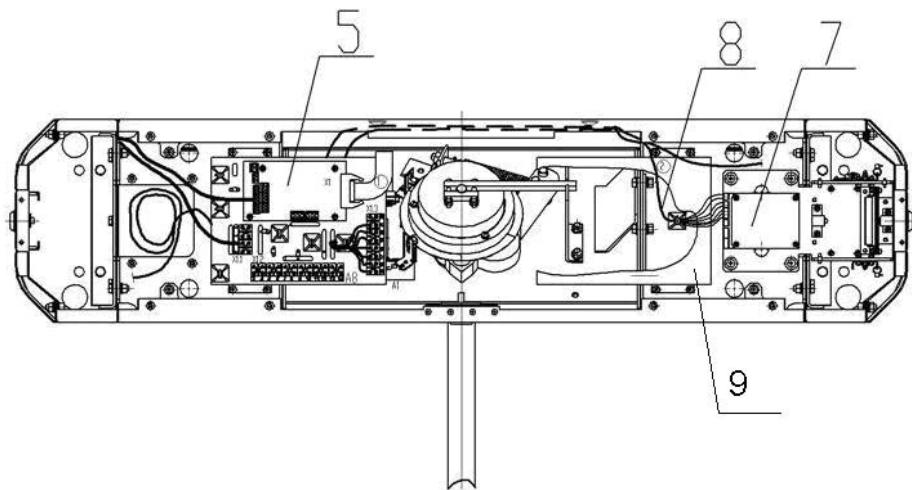
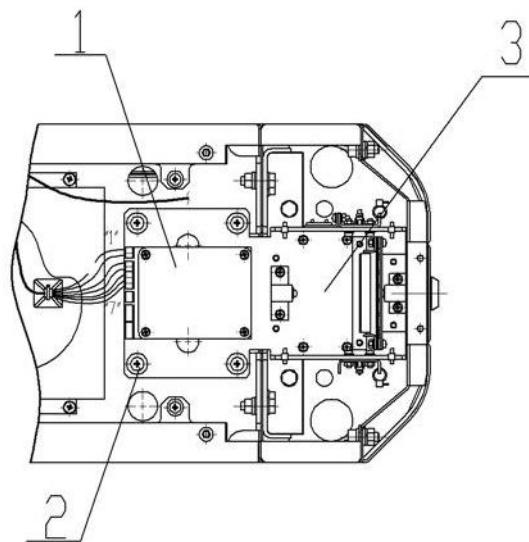

Рисунок 7 — Схема прокладки кабелей в стойке ТВС01:
Рис. 8 Механизм картоприемника
Для переустановки механизма картоприемника (3, рис.8) на противоположную сторону, т.е. на сторону считывателя №2 (см. рис.7), необходимо выполнить следующие действия:
- отсоедините кабель картоприемника (8, рисунок 7) со стороны платы картоприемника;
- демонтируйте механизм картоприемника (поз.3, рис.8, - крепится четырьмя винтами M5x20, поз.2, рис.8) и установите его на противоположную сторону турникета, закрепив на аналогичное место этими же винтами;
- переложите кабель картоприемника (8, рис.7) на сторону считывателя №1. Для фиксации кабеля используйте самоклеющиеся площадки и неоткрывающиеся стяжки входящие в комплект поставки;
- подсоедините кабель картоприемника (8, рис.7) к плате картоприемника согласно схеме (рисунок А.2 Приложение А) и рис.3.2;
В конструкции турникета предусмотрена возможность для установки платы контроллера СКУД. Установка платы контроллера СКУД осуществляется на кронштейн 9 рис.7. Максимальный возможный размер устанавливаемой платы контроллера СКУД 160x150x35 мм.